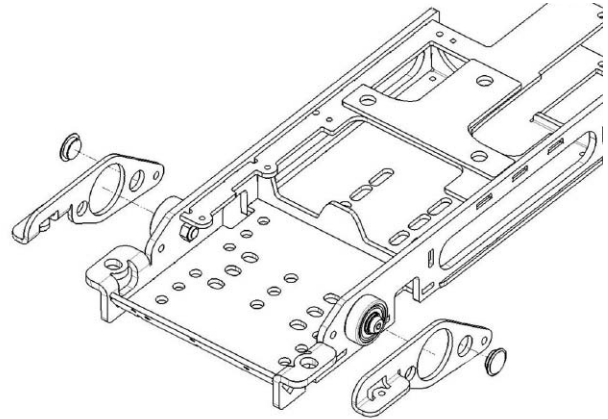

Bild 12. Demontera glidpuckarna och plåtarna.
14. Demontera glidpuckarna och plåtarna. Se bild 12.